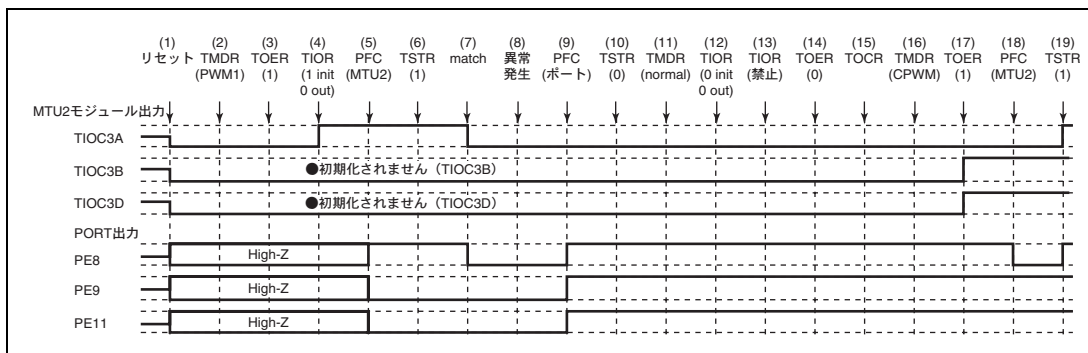

図 27.125 PWM モード 1 で異常が発生し、相補 PWM モードで復帰する場合
PWM モード 1 で異常が発生し、再設定後相補 PWM モードで再スタートする場合の説明図を図 27.125 に示します。
- (1) ~ (14) は図 27.125 と共通です。
- (15) TOCR でリセット同期 PWM の出力レベルと周期出力の許可禁止を選択してください。
- (16) リセット同期 PWM を設定します。
- (17) TOER でチャンネル 3、4 の出力を許可してください。
- (18) 汎用入力ポートで本モジュール出力としてください。
- (19) TSTR で再スタートします。